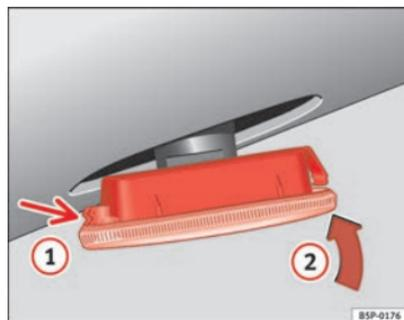

Fig. 175 Intermitente lateral
- Coloque el intermitente en primer lugar en el orificio de la carrocería, encajando las pestañas ⇒ fig. 175, flecha ①.
- Encaje el intermitente como indica la flecha ② ⇒ fig. 175. ■